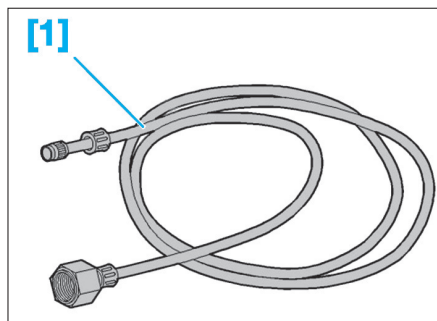

Fig. 24
- [1]. Tuyau avec embout pour valve Shrader (réf : 0141-T1) (Fig.24).